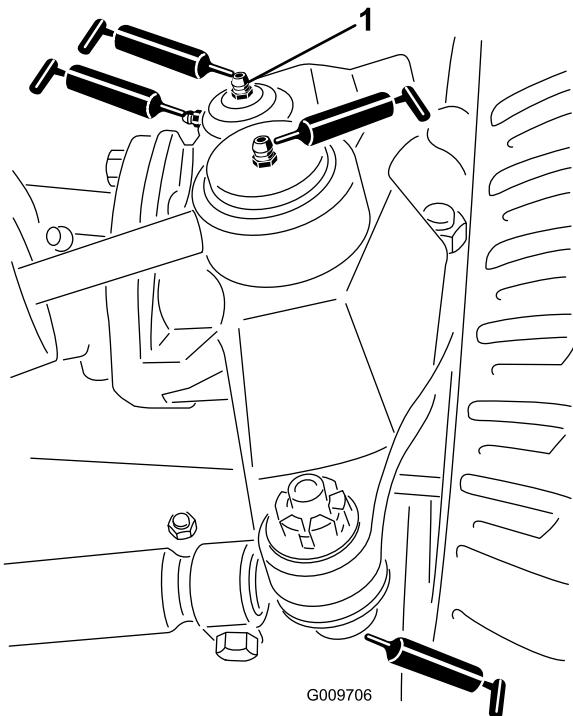

図 23
- ステアリング・シリンダのボール・ジョイント (2ヶ所) (図 23)
- ・ タイ・ロッドのボール・ジョイント (2ヶ所) (図 23)
- ・ キングピンのブッシュ (2ヶ所) (図 23)。但しキングピン上部は1年に1回のみ (ポンプ2回押し) のみとする。